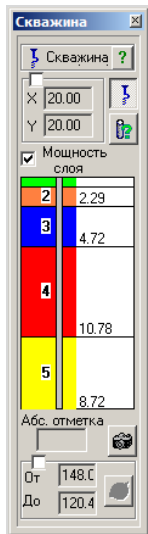

Рис. 11.5.2. Плавающее окно **Скважина**
- В открывшемся плавающем окне **Скважина** (рис.11.5.2) выполните следующие действия:
На рисунке плавающего окна **Скважина** (рис.11.5.2) будет построен геологический разрез по скважине в указанной произвольной точке.